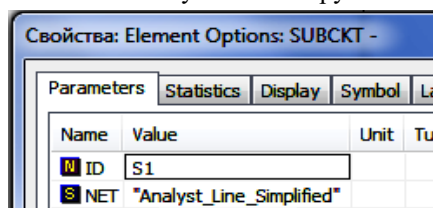

Рис. 78
5. Откройте двухмерное отображение ЕМ структуры **PCB_Simplified**, щёлкните левой кнопкой по микросхеме, затем правой и выберите **Element Properties**. На вкладке **Parameters** измените параметр **NET** на **Analyst_Line_Simplified**, как показано на рис. 78. Нажмите **OK**.